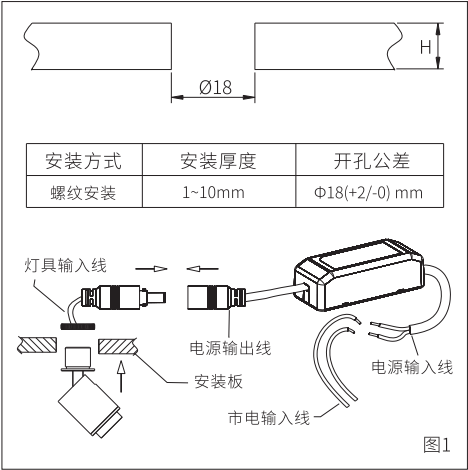

图1
- 1. 在台面上的安装位置处开个φ18mm的孔,如图1所示。